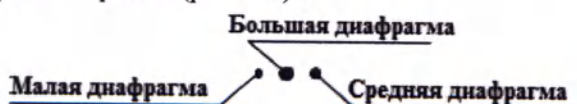

Рис. 9
- Поверните рычаг смены диафрагмы, световое пятно должно иметь три вида размера (рис. 9).